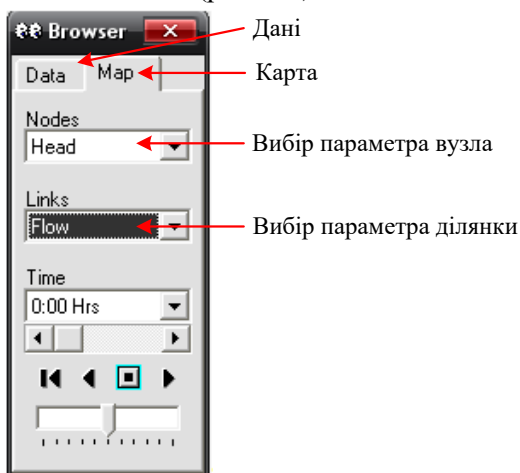

Рис. 3.5. Вікно перегляду
8.1. У вікні **Browser** → **Map** (рис. 3.5) у полі Nodes (вузли) або у полі Links (ділянки) можна вибрати по одному з